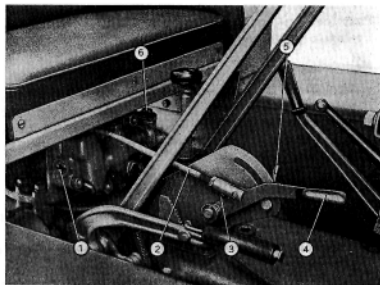

Fig. 55 - Comando del sollevatore.
Il comando del sollevatore è del tipo «a posizioni controllate» e si effettua spostando verso l'alto (fase di sollevamento) oppure verso il basso (fase di abbassamento) la leva a mano situata davanti al sedile (fig. 55), a destra della leva delle marce.
È possibile prestabilire la posizione d'arresto dei bracci nella fase di abbassamento, cioè fissare la profondità di lavoro dell'attrezzo. Ciò si ottiene bloccando in posizione adatta il morsetto (5, fig. 55) che
**Avvertenza.** - Prima di montare questo dispositivo, bloccare la leva a mano comando sollevatore nella posizione tutta abbassata, avvitando a fondo l'apposita vite situata sul settore della leva stessa (fig. 55).